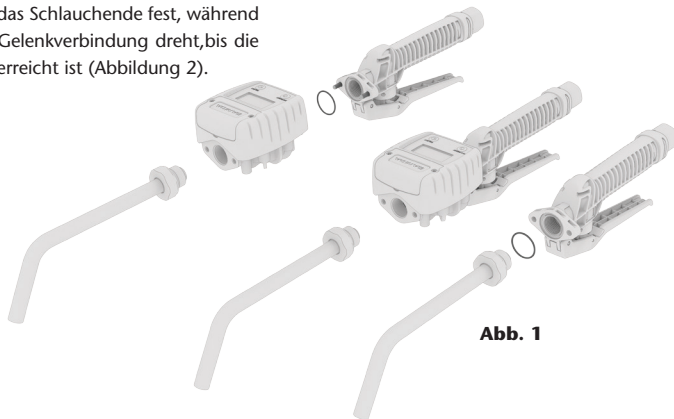

Abb. 1
- Zur Gewährleistung der Dichtheit die Verlängerung mit dem mitgelieferten FKM-O-Ring montieren und dabei besonders darauf achten, dass die Dichtung in ihrem Sitz am Ausgang des Pistolen- oder Zählergehäuses verbleibt (Abb. 1). Schmieren Sie den O-Ring vor der Montage.